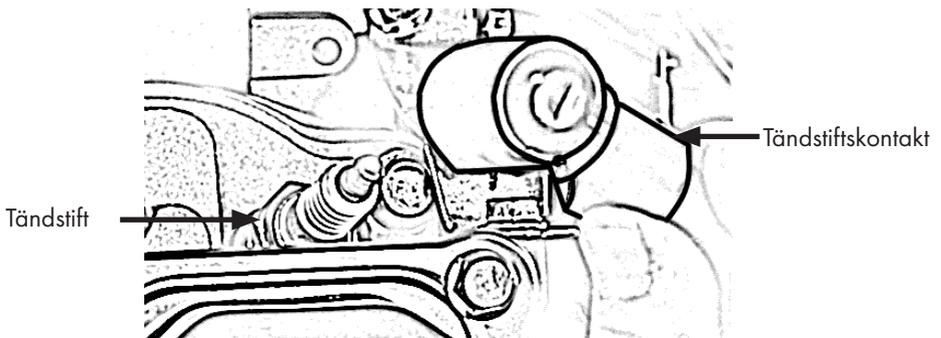

Bild 31
- Ta bort tändstiftshatten, bild 31.